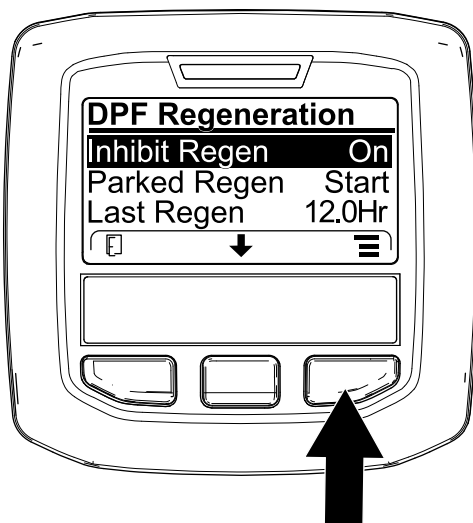
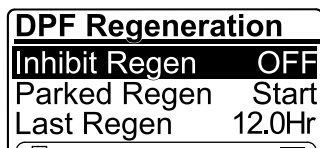

図 70
図 71
1. DPF Regeneration メニューで、中央ボタンを押して再生禁止 INHIBIT REGEN オプションに移動し、右ボタンで中に入る 図 70。
2. 右ボタンを使って、設定を ON から OFF 図 70 または OFF から ON に変える 図 71。